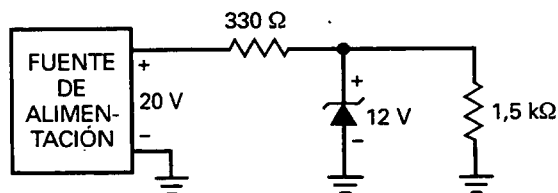

Figura 5-36
- 5-4. Si el diodo zener de la Figura 5-36 está desconectado, ¿cuál es la tensión en la carga?
- 5-5. Suponga que la tensión de la fuente en la Figura 5-36 disminuye de 20 a 0 V. En algún punto durante el transcurso de esta disminución, el diodo zener dejará de regular. Halle la tensión de la fuente para la cual se pierde la regulación.
- 5-6. Calcule las corrientes por las tres ramas de la Figura 5-36.
- 5-7. Suponiendo que las dos resistencias en la Figura 5-36 tienen una tolerancia de ± 10 por 100, ¿cuál es el valor de la corriente máxima?
- 5-8. Suponiendo que la tensión de la fuente en la Figura 5-36 puede variar de 20 a 40 V, ¿cuál es el valor máximo de la corriente por el zener?
- 5-9. ¿Qué potencia disipan las resistencias y el diodo zener en la Figura 5-36?
- 5-10. El diodo zener de la Figura 5-36 se sustituye por un 1N961. ¿Cuáles son los valores de la tensión en la carga y la corriente por el zener?
- 5-12. El diodo zener en la Figura 5-36 tiene una resistencia zener de $11,5\ \Omega$. Si el rizado de la fuente de alimentación es de 1 V, ¿qué rizado tiene la resistencia de carga?
- 5-14. En la Figura 5-36, la tensión no regulada de la fuente de alimentación puede variar de 18 a 22 V y la resistencia de carga puede variar de $500\ \Omega$ a $1,5\ k\Omega$. ¿Fallará el diodo zener bajo estas condiciones? Si es así, ¿qué valor debería tener la resistencia en serie?
- 5-15. En la Figura 5-36, la tensión no regulada de la fuente de alimentación puede variar de 16 a 23 V y la resistencia en la carga puede variar de 1 a 25 mA. ¿Dejará de regular el diodo zener bajo estas condiciones? Si es así, ¿cuál es el valor máximo para la resistencia en serie?
- 5-16. ¿Cuál es la mínima resistencia de carga que se puede usar en la Figura 5-36 sin perder la regulación zener?
- 5-19. El diodo zener de la Figura 5-36 es un 1N963B. ¿Cuál es la mínima tensión zener? ¿Y la máxima?
- 5-21. En la Figura 5-36, ¿cuál es la tensión en la carga para cada una de las condiciones siguientes:
- 5-22. Si se miden aproximadamente 16,4 V para la tensión en la carga en la Figura 5-36, ¿cuál podría ser la avería?
- 5-23. Se miden 20 V en la carga de la Figura 5-36. Un óhmetro indica que el diodo zener está abierto. ¿Qué debería comprobarse antes de sustituir el diodo zener?
- 5-29. El diodo zener de la Figura 5-36 tiene una resistencia zener de 11,5 Ω . ¿Cuál es el valor de la tensión en la carga si se incluye R_Z en los cálculos?
- 5-30. El diodo zener en la Figura 5.36 es un 1N963. Si la resistencia de carga varía de 1 a 10 k Ω , ¿cuál es la tensión mínima en la carga? ¿Y la máxima? (Emplee la segunda aproximación.)